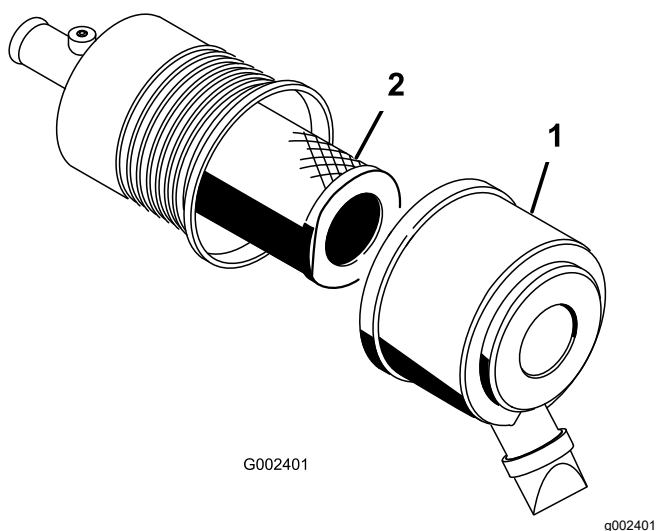

図 43
1. エアクリーナのラッチを外し、ボディーからカバーを抜き出す 図 43。
3. エアクリーナのボディーから、フィルタをすずかに引き出す (図 43)。
5. フィルタをゆっくり押し込むようにしてボディチューブに取り付ける 図 43。
6. 上下方向を間違えないように、エアクリーナカバーを正しく取り付け、ラッチを掛ける 図 43。